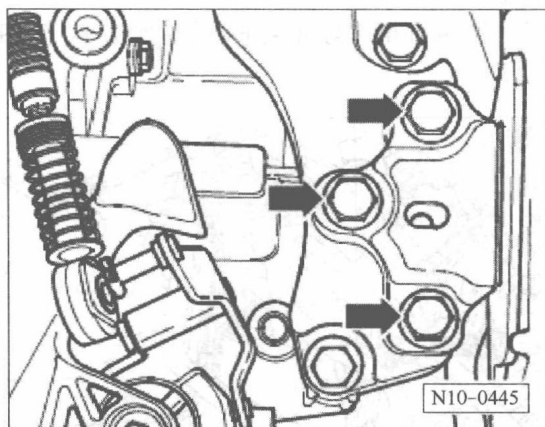

图 2-11 略微松动变速箱总成支承螺栓
⑧ 将变速箱总成支承螺栓（箭头）略微松动（少于 1 圈），见图 2-11。
⑫ 将变速箱侧总成支承从上面的变速箱支架拧下（箭头），参考图 2-11。